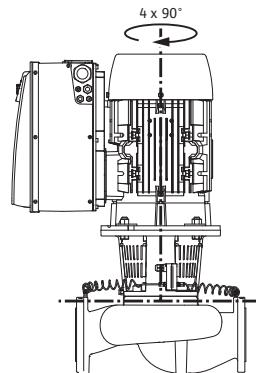

Рис. 19: Допустимые монтажные положения с вертикальным валом электродвигателя
- Клапан для вентиляции на промежуточном корпусе (рис. 6, поз. 1.31) при горизонтальном расположении вала электродвигателя должен быть обращен вверх (рис. 6). При вертикальном расположении вала допускается любое положение клапана. См. также Рис. 18: «Допустимые монтажные положения с горизонтальным валом электродвигателя» на стр. 197 или Рис. 19: «Допустимые монтажные положения с вертикальным валом электродвигателя» на стр. 197.